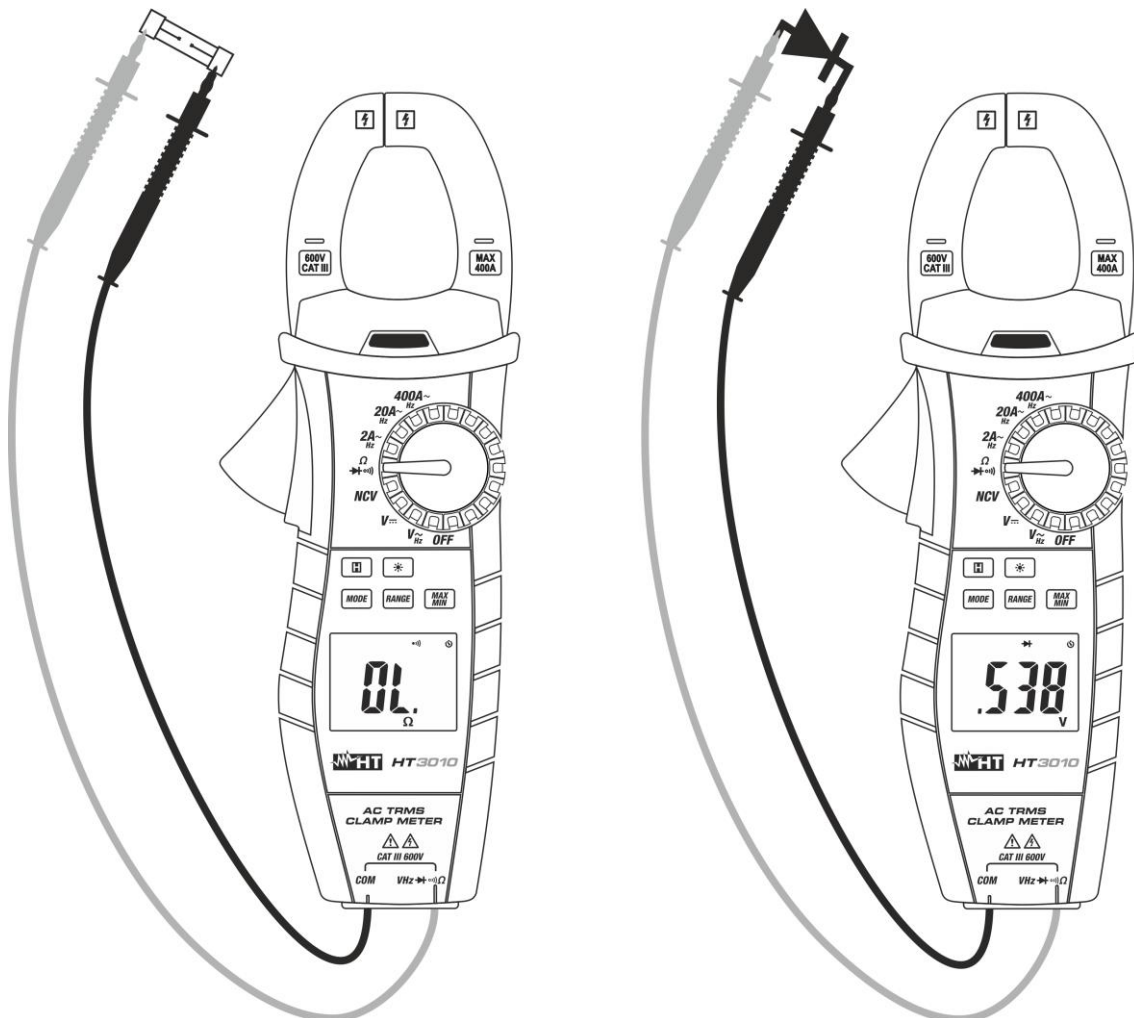

Fig. 7: Utilização da pinça em Testes de Continuidade e Testes de Díodos
3. Inserir o cabo vermelho no terminal de entrada **V Ω Hz $\rightarrow \rightarrow \rightarrow$** e o cabo preto no terminal de entrada **COM** e efetuar o teste de continuidade sobre o objeto em teste (ver Fig. 7 – parte esquerda). O indicador sonoro emite um sinal acústico quando o valor da resistência medida é inferior a cerca de 30 Ω .
5. Conectar a ponteira vermelha ao ânodo do díodo e a ponteira preta ao cátodo no caso de medição de polarização direta (ver Fig. 7 – parte direita). Inverter a posição das ponteiros no caso de medição de polarização inversa.